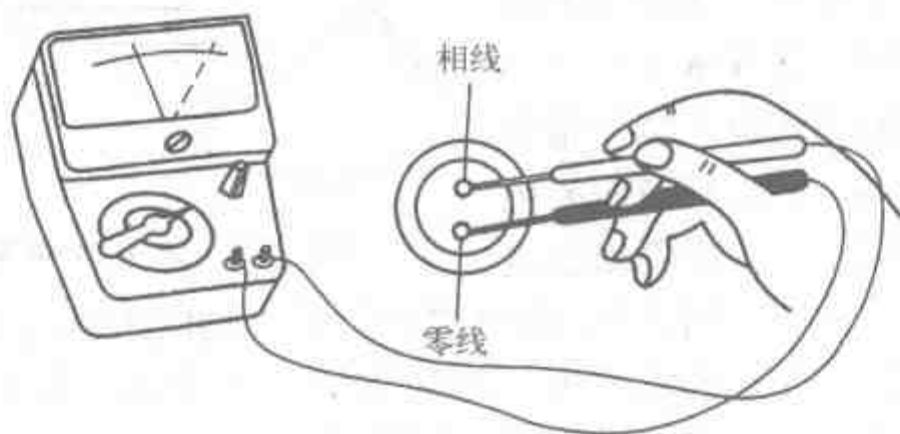

图 1-20 用指针式万用表测量交流电压
③测量交流电压时，把表笔并联于被测的电路上。转换量程时不要带电。
④测量交流电压时，一般不需分清被测电压的相线和零线端的顺序，但已知相线和零线时，最好用红表笔接相线，黑表笔接零线。如图 1-20 所示。